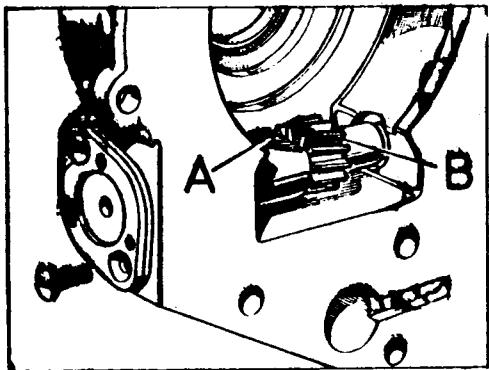

Fig. C-26 Alineación del manguito
- 3.3. Montar el piñón y el manguito, asegurándose de que la superficie destalonada del manguito queda hacia el sínfin del velocímetro (Fig. C-26).